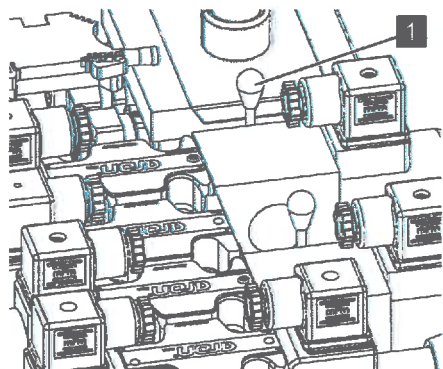

Abb. 83: Nothandbetätigung abschrauben
5. Die Nothandbetätigung (Abb. 83/1) vom Kettenfahrwerkventil abschrauben und entnehmen.